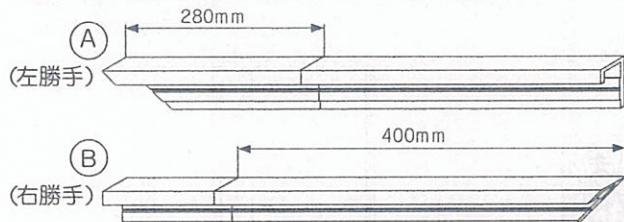

図12-1-4
①2種類の見切り部材を所定の長さにカットしてください。(図12-1-4)